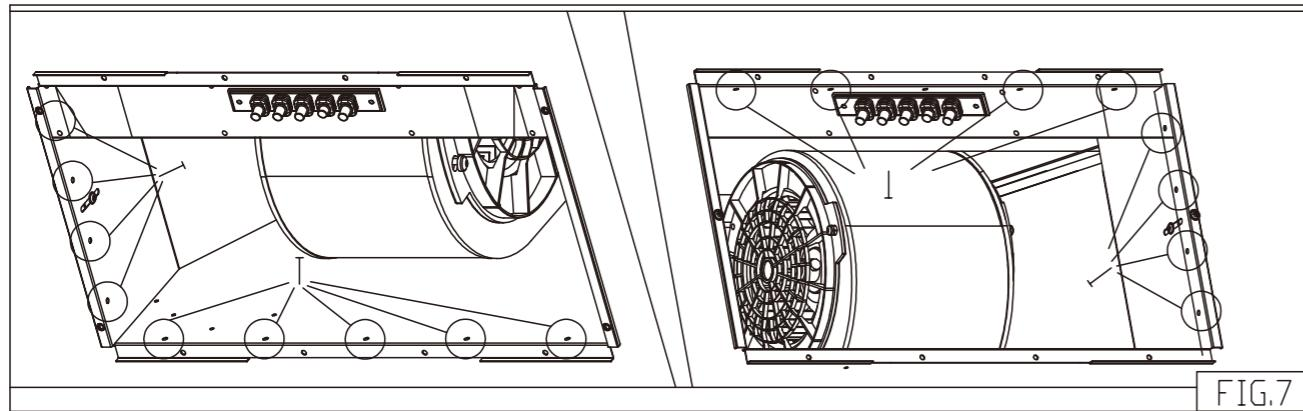

FIG.7
F. Retirez les 17 vis à bois restantes de l'emballage et vissez-les fermement dans les trous situés sur les quatres côtés de l'intérieur de la hotte (Fig. 7).